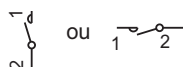

Figure VI.23 – Symbole d'un contact principal
- (a) **Les contacts principaux** (pôles principaux, Figure VI.23) Ce sont ces contacts qui sont chargés d'établir ou d'interrompre le courant sur le circuit de puissance (la charge)